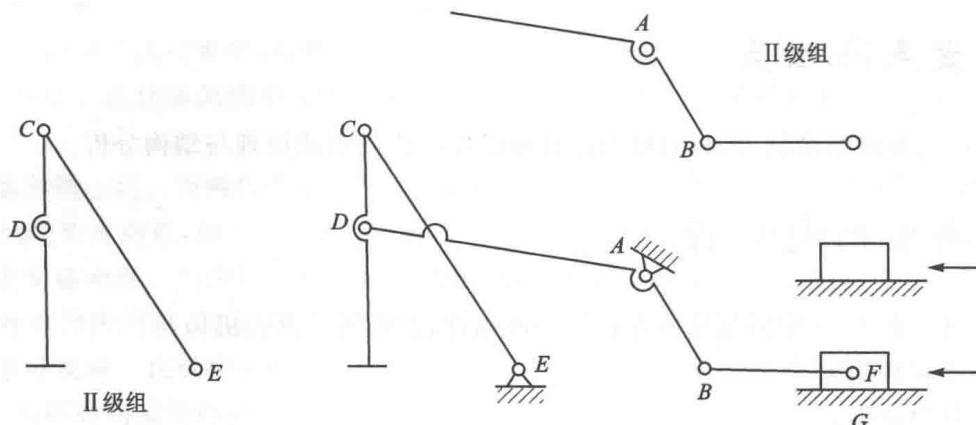

图 1-9 图 1-8 的机构简图
解 ① 机构简图如图 1-9 所示。
② 计算自由度: $F = 3n - 2P_L - P_H = 3 \times 5 - 2 \times 7 = 15 - 14 = 1$ 。
③ 如图 1-9 所示,为 II 级机构。